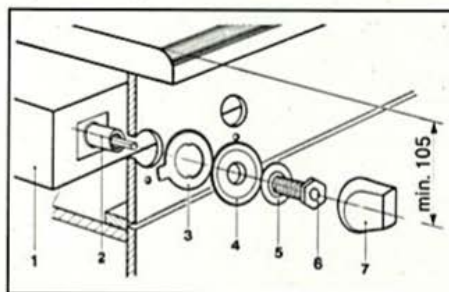

afb. 4
1. Volgens Afb. 4 en het boorpatroon de boringen $\varnothing$ 35 mm voor de bevestiging van het schakelement en $\varnothing$ 4 mm met 3 mm boordiepte voor de bevestiging van de verlichtingsplaten in de